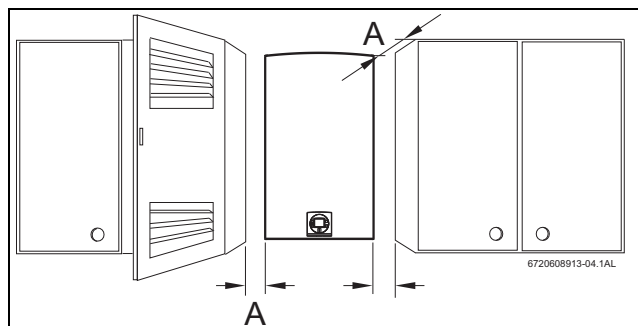

Рис. 21 Мінімальні відстані
- ▶ Місце має задовольняти мінімальним відступам (Рис. 21).
- ▶ Забезпечення достатнього доступу для технічного обслуговування, згідно до відстаней, зазначених на Рис. 21.